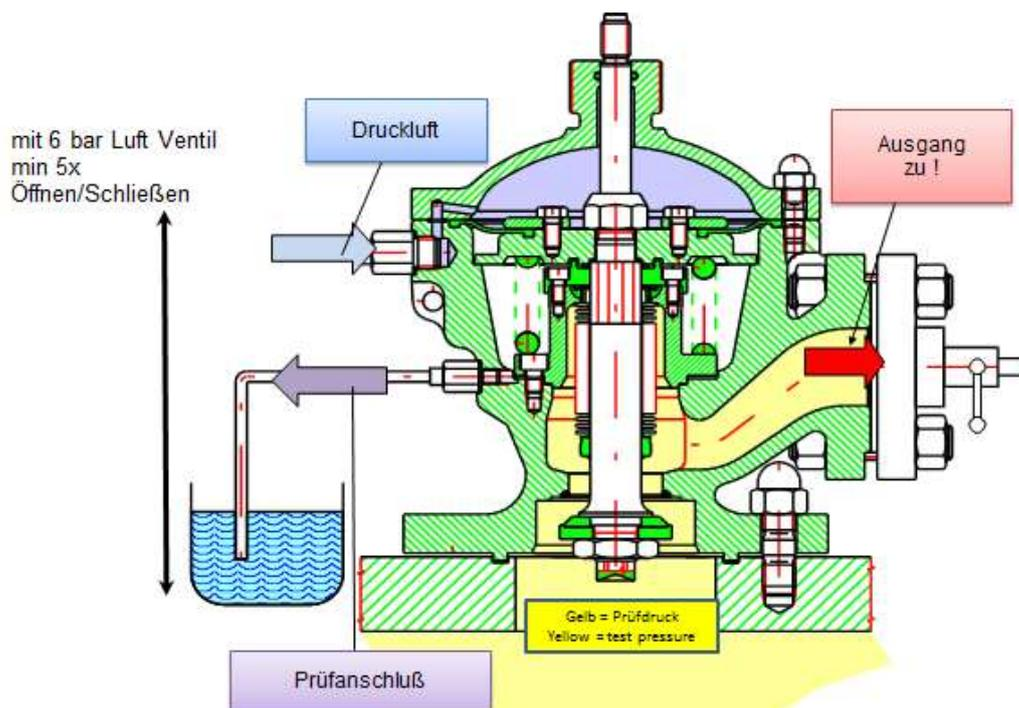

Bild 13: Prüfanordnung Dichtheitsprüfung Membranantrieb und Einbauteile
5.1 Dichtheitsprüfung Membranantrieb und Einbauteile, Bild 13 - FÜR NEUE UND INSTANDGESETZTE VENTILE - vergleichbar mit der in Abschnitt 2.4 beschriebenen Prüfung